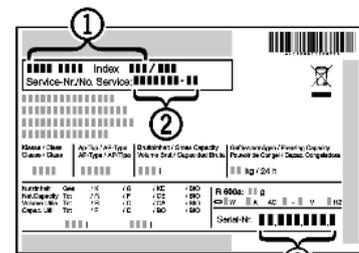

Fig. 37
- ▶ Gerätebezeichnung *Fig. 37 (1)*, Service-Nr. *Fig. 37 (2)* und Serial-Nr. *Fig. 37 (3)* vom Typenschild ablesen. Das Typenschild befindet sich an der linken Geräteinnenseite.